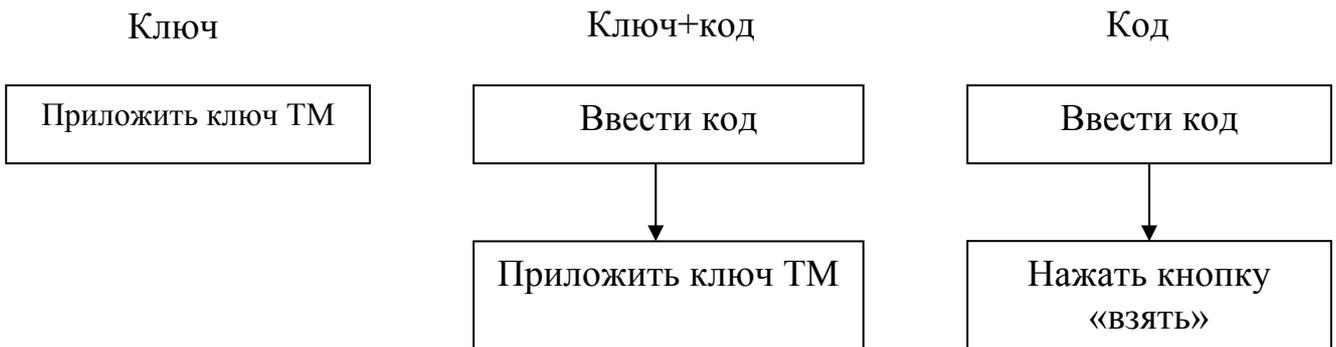

Рисунок 12. Взятие без выбора шлейфов. Варианты: ключ, ключ + код, код.
- ввести код идентификации ответственного лица любым из способов указанных в п. 3.1. и рисунок 12;